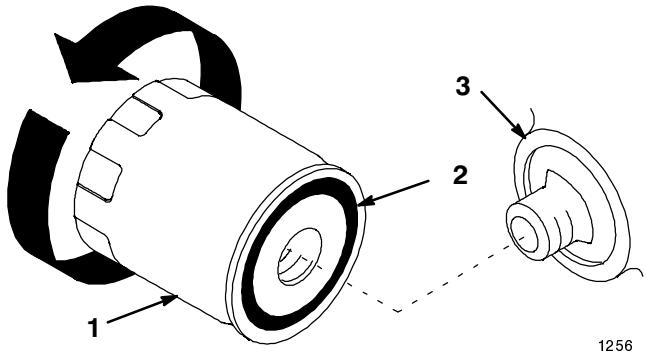

Bild 22
2. Entfernen Sie den AltfILTER und wischen die Dichtfläche am Anbaustutzen (Bild 22) ab.
3. Ölen Sie die Gummidichtung am Austauschfilter (Bild 22) leicht mit Frischöl ein.
4. Drehen Sie den Austauschfilter auf den Anbaustutzen auf. Drehen Sie den Ölfilter im Uhrzeigersinn, bis die Gummidichtung den Anbaustutzen berührt. Ziehen Sie ihn dann um eine weitere 1/2 Umdrehung fester (Bild 22).